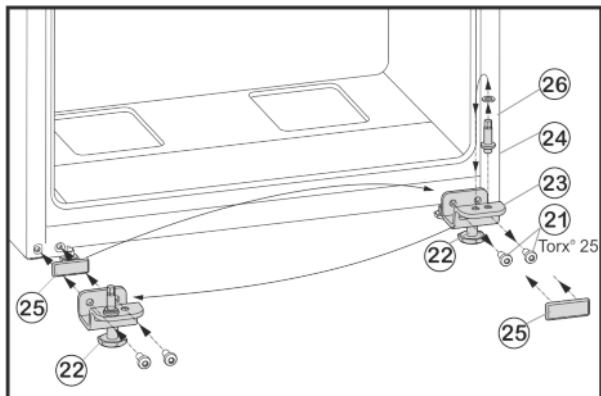

Fig. 6
- ▶ Открутите крепежные винты Fig. 6 (21).
- ▶ Снимите нижний опорный кронштейн Fig. 6 (23) вместе с опорным пальцем Fig. 6 (24), шайбой Fig. 6 (26) и регулируемой опорой Fig. 6 (22).
- ▶ Открутите опорный палец Fig. 6 (24) вместе с шайбой Fig. 6 (26) и, переставив в отверстие на противоположной стороне опорного кронштейна, снова прикрутите.
- ▶ Аккуратно снимите защитную пластину Fig. 6 (25) и переставьте ее на противоположную сторону.
- ▶ Прикрутите нижний опорный кронштейн Fig. 6 (23) вместе с опорным пальцем Fig. 6 (24), шайбой Fig. 6 (26) и регулируемой опорой Fig. 6 (22) с новой стороны шарнира (**с моментом 4 Нм**), при необходимости используйте аккумуляторный шуруповерт.
- ▶ Установите нижнюю дверцу сверху на опорный палец Fig. 6 (24).
- ▶ Выверните регулируемую опору Fig. 6 (22) на нижнем опорном кронштейне Fig. 6 (23) до ее соприкосновения с полом.